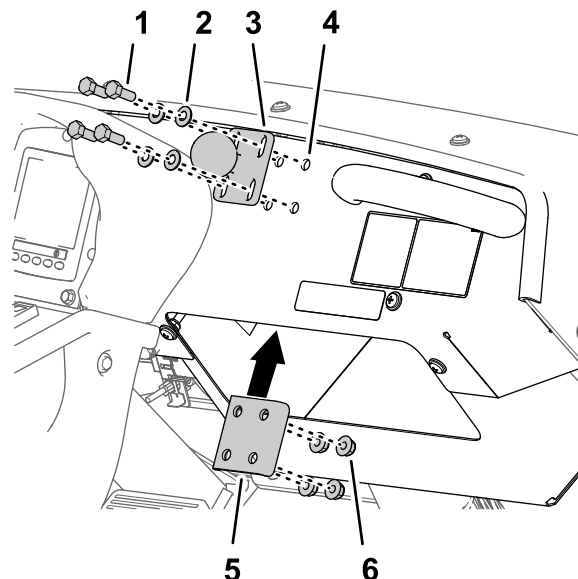

Figura 130
- Montate il supporto orientabile a sfera sul cruscotto con i 4 bulloni a testa flangiata ($\frac{1}{4}$ " x $1\frac{1}{2}$ "), la piastra di rinforzo e il dado di bloccaggio flangiato ($\frac{1}{4}$ "), come illustrato nella Figura 130.